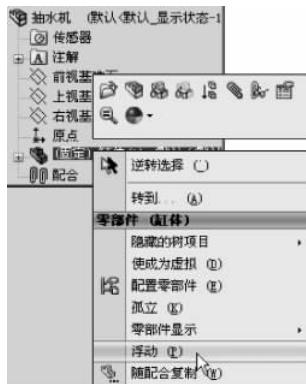

图 3-4 使零件浮动
(3) 在特征树中右击刚刚插入的缸体零件，在快捷菜单中选择【浮动】命令，如图 3-4 所示。